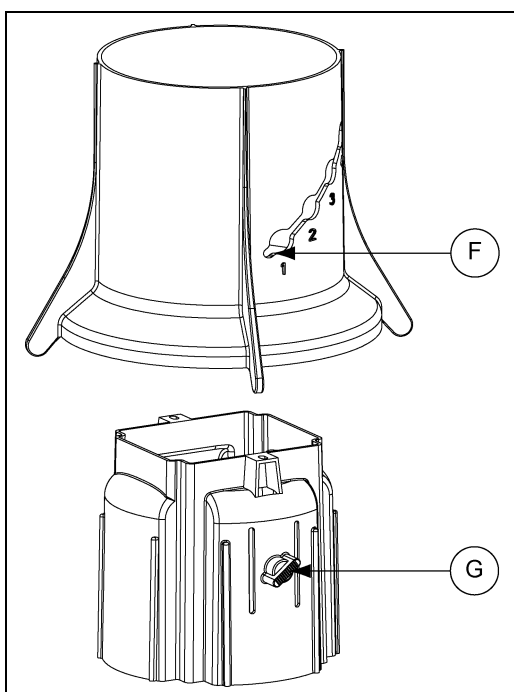

Рисунок 4Т
4. Соберите регулятор уровня корма и уровень корма, совместив кнопку регулятора уровня корма (G) с регулировочным отверстием уровня корма (F), как показано на Рисунок 4Т.